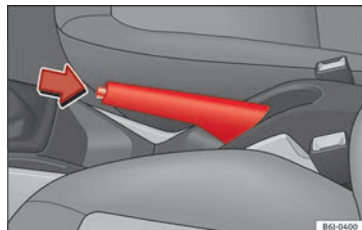

Bild 157 Handbroms mellan framsätena
- Dra åt handbromsen ordentligt » **bild 157**.
- Dra handbromsen lätt uppåt och tryck på frigöringsknappen i pilens riktning » **bild 157** och för ner handbromsspaken helt » **△**.